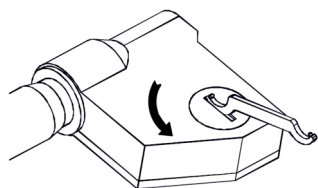

Abb. 1
- » Drehen Sie die Batteriefachabdeckung mit dem Q-förmigen Schlüssel 45° gegen den Uhrzeigersinn (Abb. 1) und entfernen Sie sie.